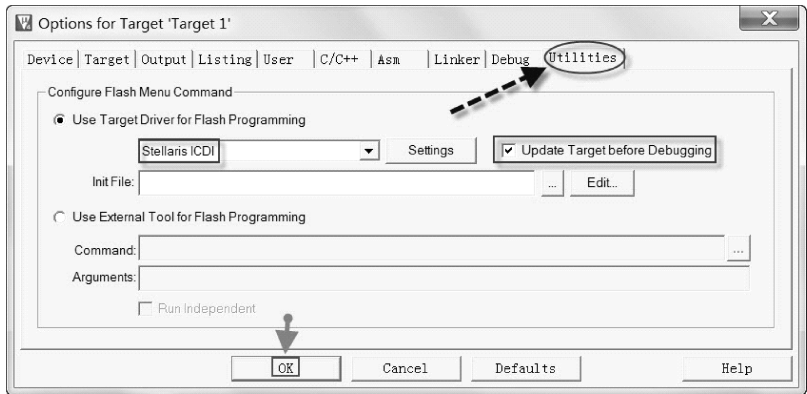

图 1-56 配置闪存编程选项
5) 按如图 1-56 所示配置闪存编程选项，单击 OK 按钮确定。